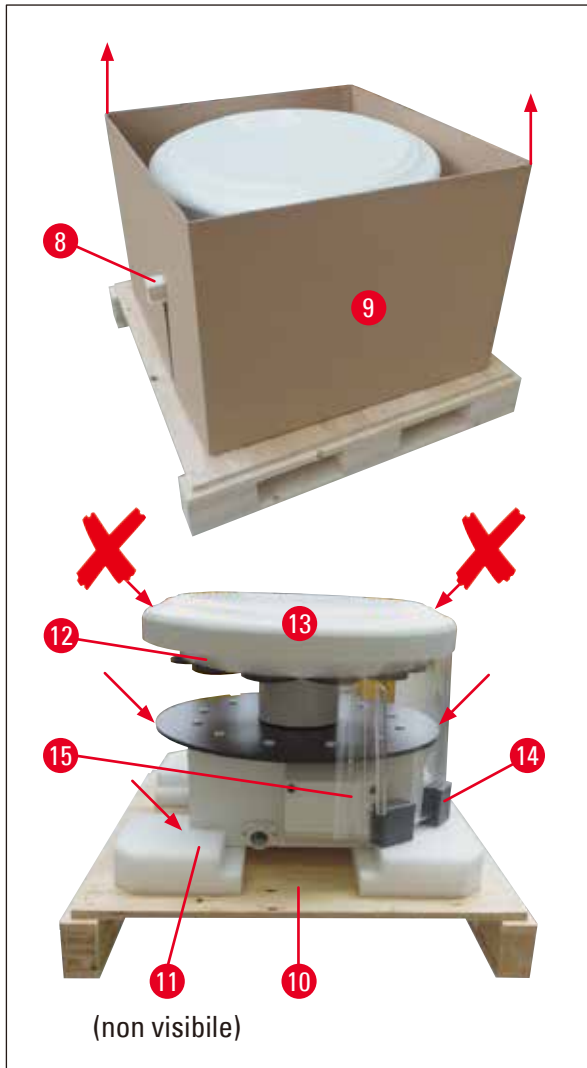

Fig. 11
- Per sollevare lo strumento, afferrarlo (in due) per la piattaforma dei contenitori di reagenti o in basso dall'alloggiamento (vedi (→ Fig. 11), ↘ ↘ seguente) e sollevarlo dalla piastra base (→ Fig. 11-10).